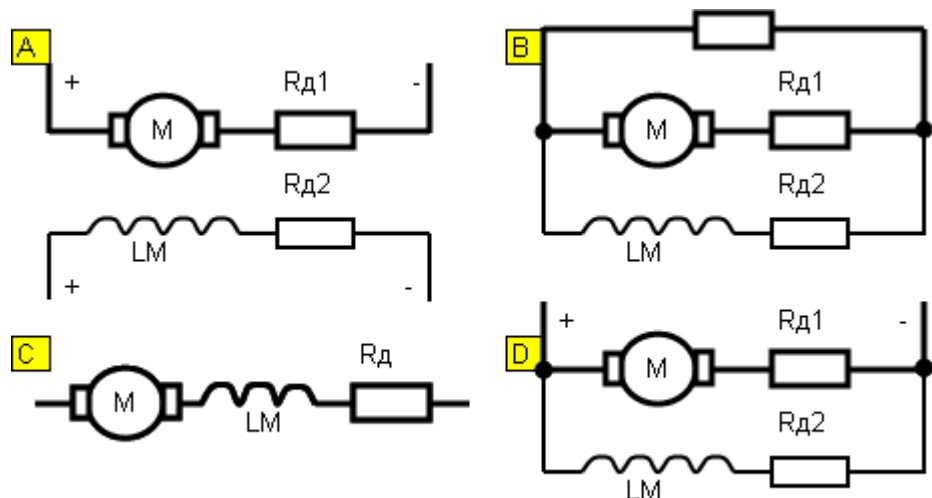

Рис.4. Принципиальные электрические схемы двигателей постоянного тока
4. Принципиальная электрическая схема (рис.4) двигателя постоянного тока независимого возбуждения